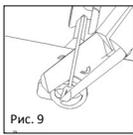

Рис. 9
■ **Рис.9** Наконеч, вал отрезается сразу за головной пластиной с помощью отрезных щипцов (КОД 8000 171). Штифт, который остается на головной пластине, в дальнейшем будет служить для опоры крепления трансплантата между головной пластиной и барабанной перепонкой, предотвращая смещение в послеоперационный период. Длина штифта может меняться, но она должна в определенной пропорции соотноситься с толщиной применяемого трансплантата.